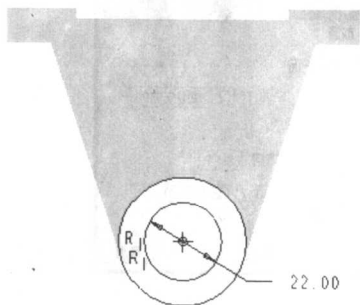

图 1-17 草绘二维图形
(4) 在【草绘】对话框内单击【草绘】按钮, 进入草绘模式。单击  (通过边创建图元) 按钮, 选取支承板的圆形边界, 并通过【同心圆】命令, 绘制如图 1-17 所示的二维草图。在工具栏中单击  按钮, 完成草图的绘制工作。